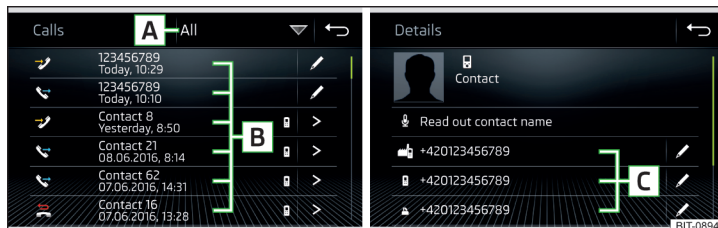

Fig. 201 Lista de apeluri/Details contact
- ▶ În meniul principal *Telefon*, atingeți suprafața de comandă funcții , se afișează o listă de apeluri » fig. 201.
- > Afișarea detaliilor contactului » fig. 201